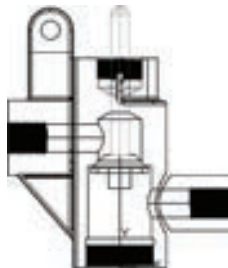

图 11-163 移动密封垫后的图形
4) 移动密封垫：单击“修改”工具栏中的“移动”按钮，以坐标点(0,0,0)为基点，沿Y轴移动，第二点坐标为(0,103,0)。结果如图 11-163 所示。